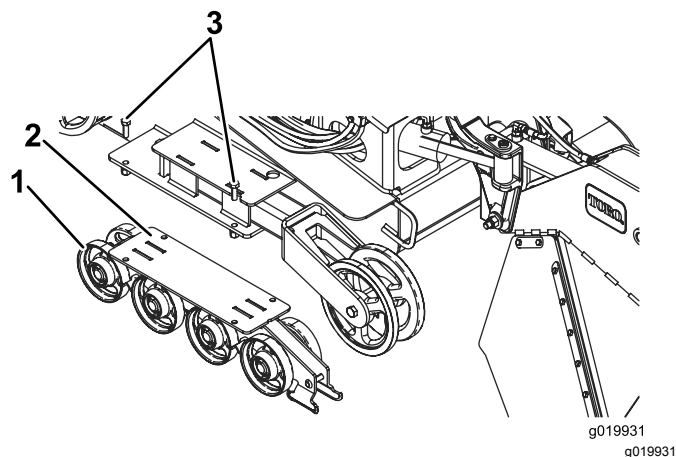

図 50
4. 各下クローラガイドロードホイールを囲っているを固定しているボルト各4を外してガイドを取り外す 図 50。